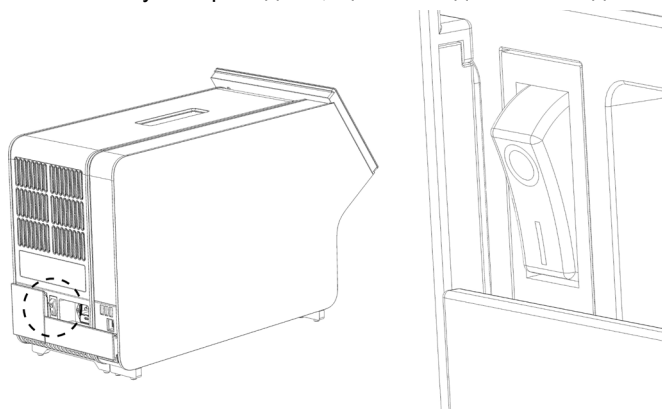

Рис. 21. Розташування вимикача живлення та переведення його в положення «I».
10. Увімкніть прилад, перевівши вимикач живлення на задній панелі аналітичного модуля в положення «I» (Рис. 21). Перевірте, чи стали індикатори стану аналітичного й операційного модулів синіми.